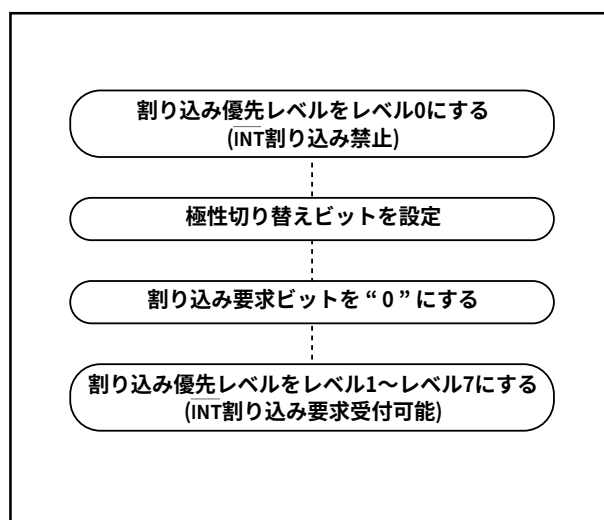

図1.9.12. INT割り込み発生要因の切り替え
- INT0～INT5端子の極性を切り替えるときに割り込み要求ビットが“1”になることがあります。切り替えを行った後、割り込み要求ビットを“0”にしてください。INT割り込み発生要因の切り替え手順例を図1.9.12に示します。